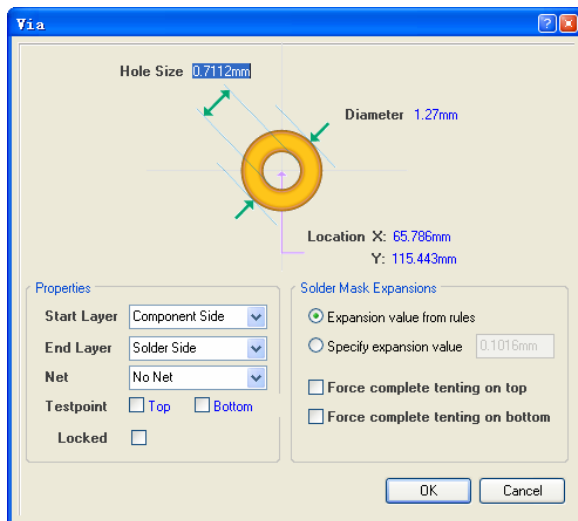

图 7.50 “Via”对话框
(1) 在“Wiring”工具栏中选择布置过孔工具按钮，或者在主菜单选择“Place”->“Via”命令，启动放置过孔命令。
(2) 单击“Tab”键，打开如图 7.50 所示的“Via”对话框。
如图 7.50 所示的“Via”对话框用来设置过孔的属性，其中“Properties”区域中的“Start Layer”编辑框用于设置过孔的起始 PCB 板层，“End Layer”用于设置过孔的终止 PCB 板层。对话框中的其余选项与“Pad”对话框中相应的选项功能相同，读者可参考“Pad”对话框中的选项介绍。